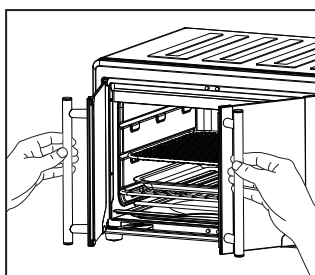

Figura 2
2. Abra las puertas del horno con cuidado. (Consulte la Figura 2).